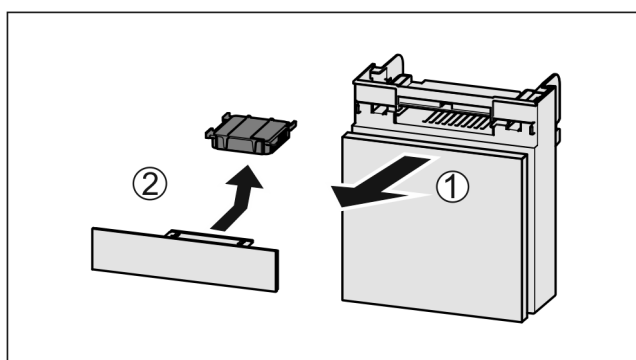

Fig. 127
- ▶ Retire el compartimiento hacia delante Fig. 127 (1).
- ▶ Retire el filtro de carbón activo Fig. 127 (2).